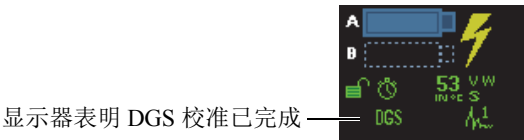

图 5-24 完成 DGS 校准后的状态指示器
- DGS 字样出现于状态指示器中 (参见第 130 页的图 5-24)。